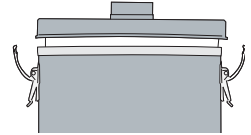

figure 6
3. Défaire les deux attaches et retirer le couvercle de l'appareil (**figure 6**).